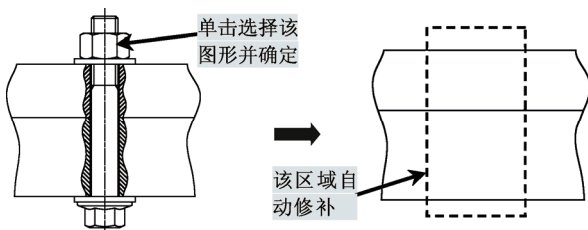

图 5-4 增强删除
3) 按〈Enter〉键确定后, 选择的图形就被删除了, 如图 5-4 所示。